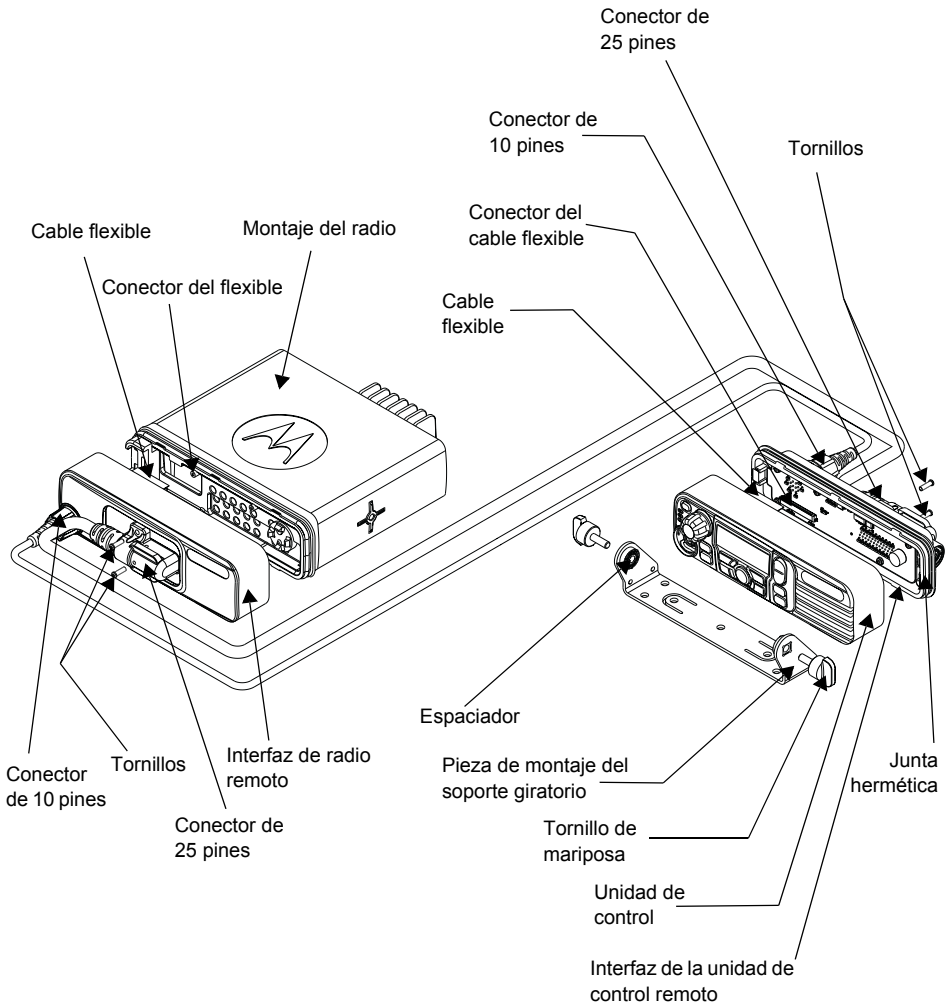

Figura 3 Montaje de la unidad de control remoto y del soporte giratorio
1. Verifique que el cable flexible esté completamente asentado en el conector, en el conjunto de la unidad de control. (Consulte la Figura 3).
2. Monte el cable flexible en el conector respectivo del módulo de interfaz de la unidad de control remoto; cerciórese de que quede bien asentado. (Consulte la Figura 3).
1. Verifique que el cable flexible esté completamente asentado en el conector, en el módulo de interfaz de radio remoto. (Consulte la Figura 3).
2. Monte el cable flexible en el conector respectivo en el conjunto del radio; asegúrese de que quede completamente asentado. (Consulte la Figura 3).